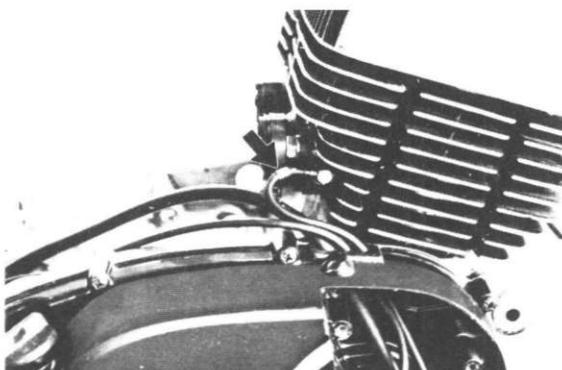

Fig. 4-3-1
- 1) Remove the oil delivery pipe clamps from both cylinders and then remove the delivery pipes. (Fig. 4-3-1)
- 1) Retirez les colliers de fixation des conduites d'huile des deux cylindres, puis retirez ces conduites. (Fig. 4-3-1)
- 1) Ölzuflührleitungen durch Lösen der Halteklammern von beiden Zylindern entfernen. (Abb. 4-3-1)